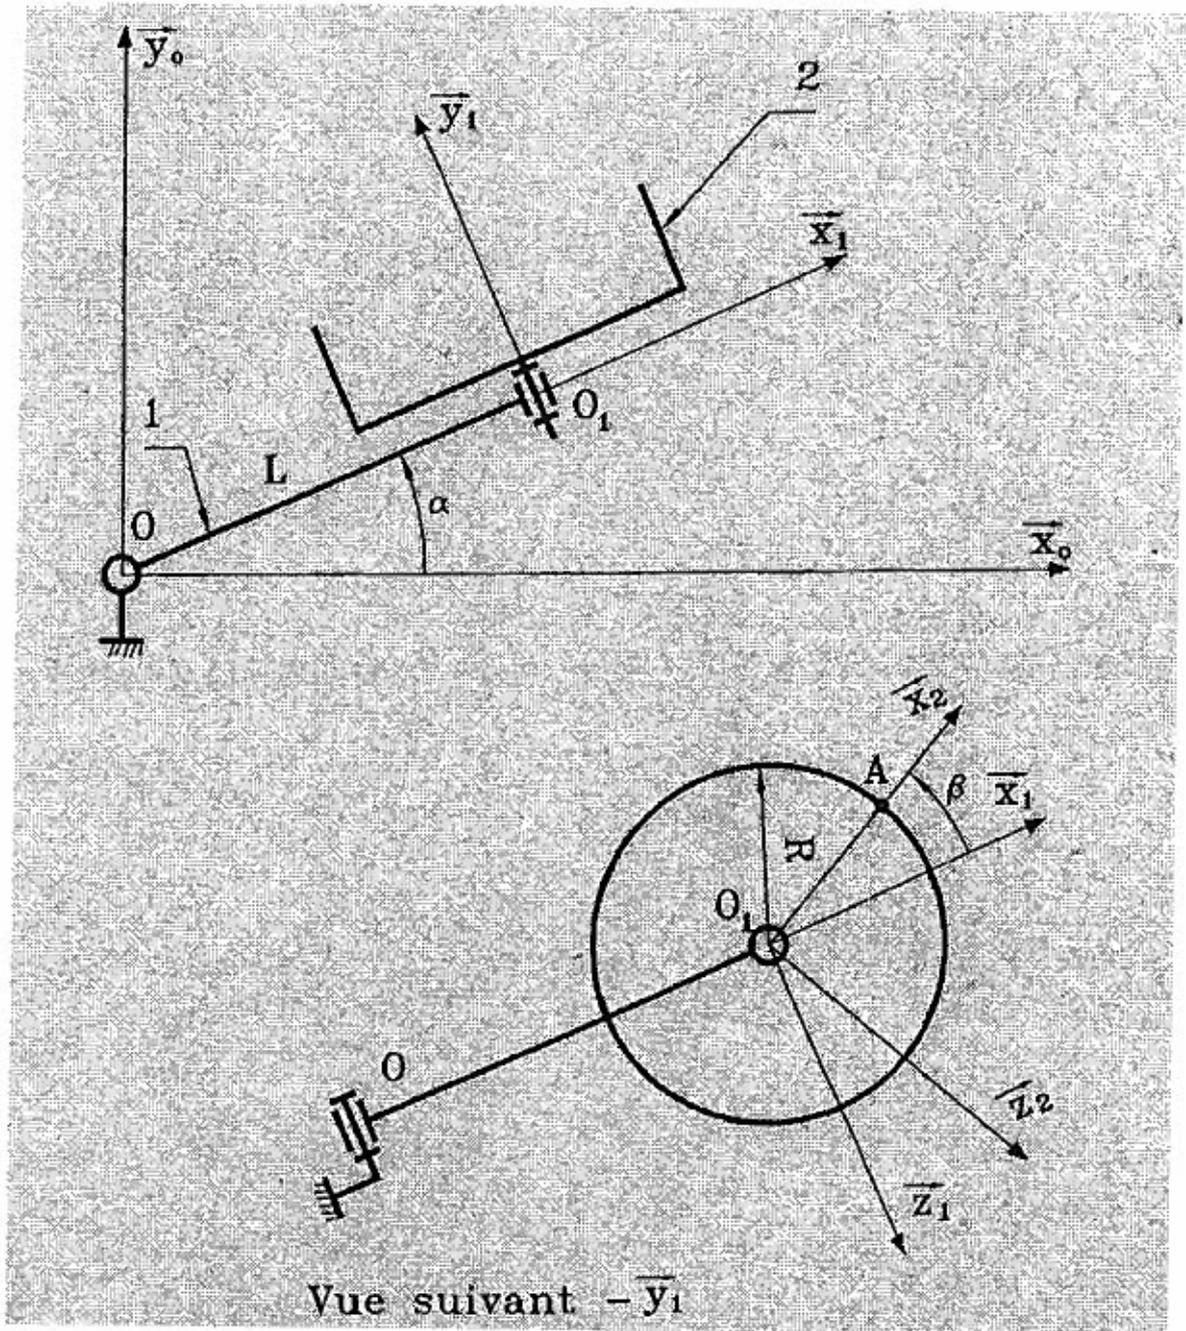

Figure 3 : Schéma Cinématique de l'OVNI Battant.
Cette attraction est modélisée (voir figure 3) par une cage circulaire (2) de rayon R , animé d'un mouvement de rotation d'angle β autour de l'axe (O_1, \bar{y}_1) et d'un bras (1), de longueur $OO_1 = L$, qui peut basculer (tourner) autour de (O, \bar{z}_0) d'angle α .